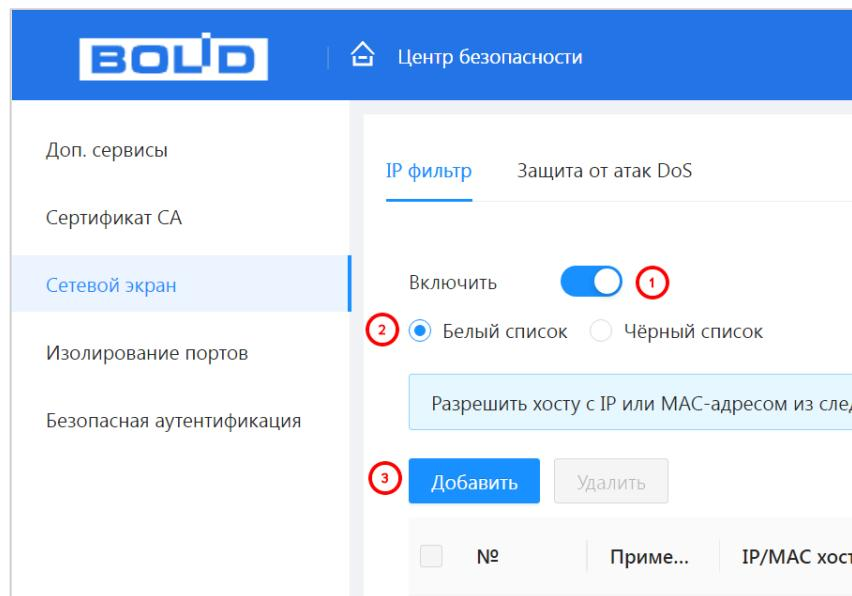

Рисунок 12.9 – Добавить
1. Включите функцию и выберите список доступа (Рисунок 12.9).
2. Нажмите кнопку «Добавить», выберите из выпадающего списка способ добавления (Рисунок 12.9). Доступно: